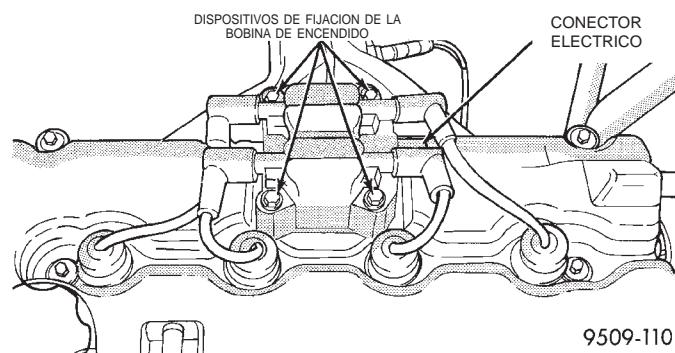

Fig. 18 Conjunto de bobina de encendido
(1) Retire el conjunto de la bobina de encendido (Fig. 18).